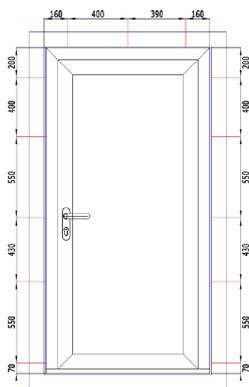

Abb. 2 Platzierung von Befestigungspunkten
- Pläne Premium-Türen zur Aufrechterhaltung der RC2-Einbruchhemmungsklasse müssen in Abständen wie in Abbildung 2 mit Schrauben min. 7,5 x 120 mm an der Wand befestigt werden. Die gleiche Montagemethode wird auch für andere PVC-Türen empfohlen.